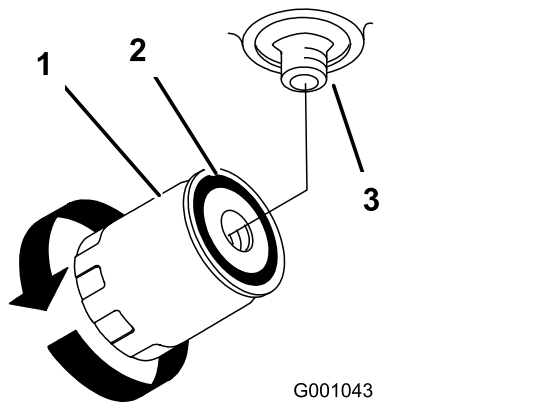

Bild 43
4. Platzieren Sie den Hydraulikfilter unter der Motorbasis und stellen Sie eine Auffangwanne unter den Filter (Bild 43).
5. Entfernen Sie den Altfilter und wischen die Dichtfläche am Anbaustutzen (Bild 43) ab.
9. Wenn der Hydraulikfilter voll ist, drehen Sie diesen im Uhrzeigersinn, bis die Gummidichtung den Anbaustutzen berührt. Ziehen Sie ihn dann um eine weitere 1/2 Umdrehung fester (Bild 43).